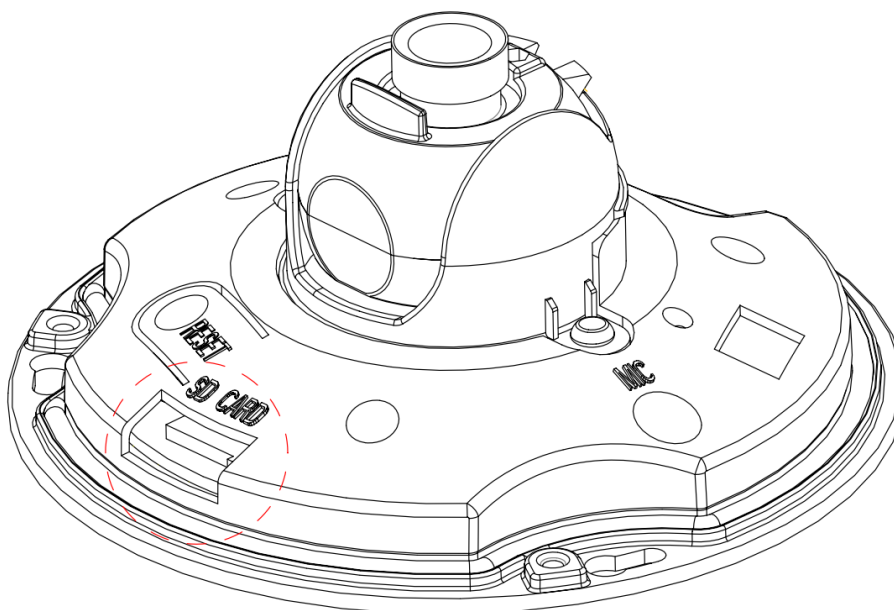

Рисунок 2-4
- 2) Найдите слот с обозначением “SD CARD” на корпусе IP-камеры (рис. 2-4). Установите карту памяти в слот “SD CARD”.